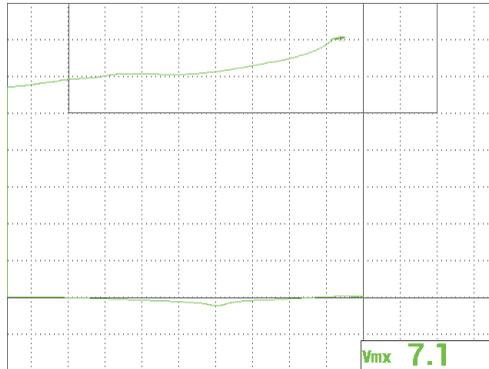

Figure 5-27 Signal en mode plein écran
8. Appuyez sur la touche FREEZE (❄️) pour mettre fin au gel de l'acquisition, et puis appuyez sur la touche FULL NEXT (➡️) pour basculer en mode plein écran (voir la Figure 5-27 à la page 157).